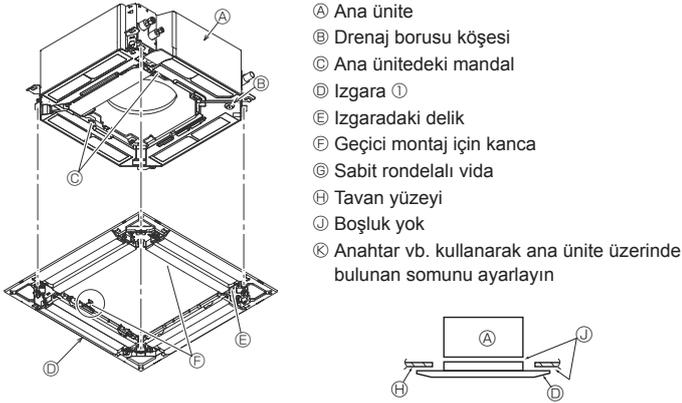

Fig. 9-6
9.4.2. Izgaranın geçici olarak montajı (Fig. 9-6)
- Daha önceden yerlerine takılan vidaları sıkarak ızgarayı sabitleyin. (Fig. 9-6)
Ana ünite ile ızgara arasında ya da ızgara ile tavan yüzeyi arasında boşluk kalmamasına dikkat edin. (Fig. 9-6)
- Vidayı sıkıttıktan sonra (Fig. 9-6) iki ızgara kancasının ana üniteye bulunan kancalara tutturulduğundan emin olun.